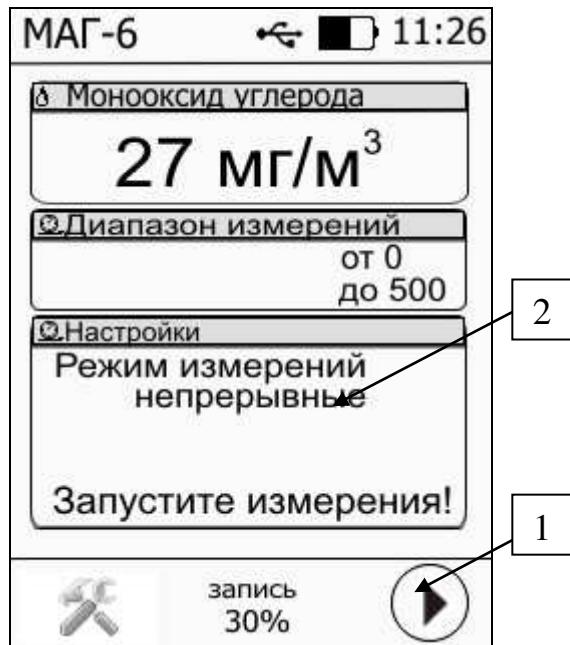

Рисунок 5.1 Главный экран
После включения и самодиагностики газоанализатор входит в режим, где отображаются основные параметры измерительного канала, Рисунок 5.1. В данном режиме на дисплее отображаются 3 области со значениями параметров: объёмная доля кислорода (%), диапазон измерения, область состояния измерений. В зависимости от исполнения список отображаемых расчётных параметров анализируемой среды может изменяться, Рисунок 5.1.
**Внимание!** Для начала забора пробы газа и её анализа следует нажать на область 1, Рисунок 5.1. Автоматически анализ газа **не включается**.